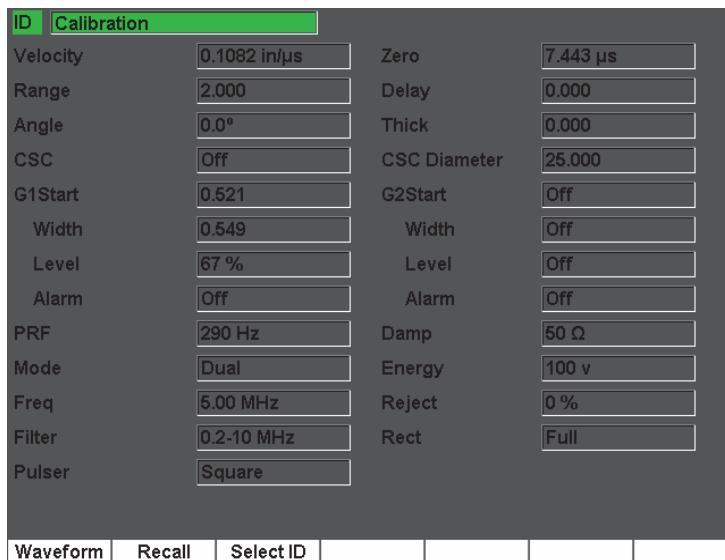

图 11-6 查看文件内容（设置）
3. 按**Setup** (设置), 查看当前ID的完整的设置参数(参见第207页的图 11-6)。